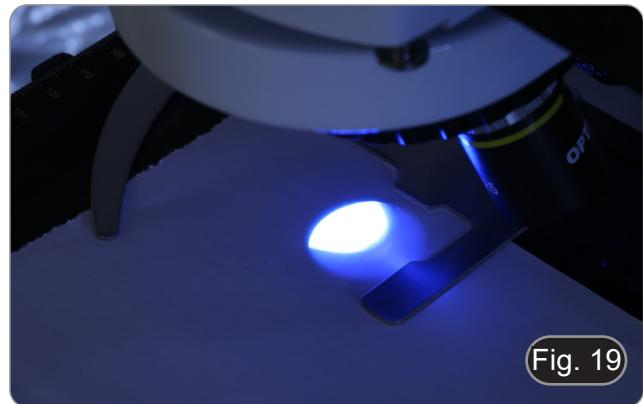

Fig. 19
- 5. Utilisant la vis de mise au point du collecteur ② positionner l'image de l'arc projetée sur le papier. L'arc lumineux doit être le plus clair et le plus défini possible. (Fig. 19)